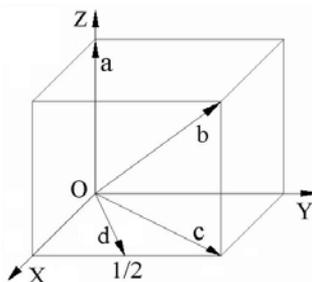

图 2
(2) 写出图 2 中各晶向的晶向指数：a. _____, b. _____, c. _____, d. _____。